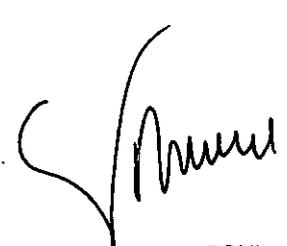

Figura 89
33. Retire el estilete de la guía. (Ver Figura 89)